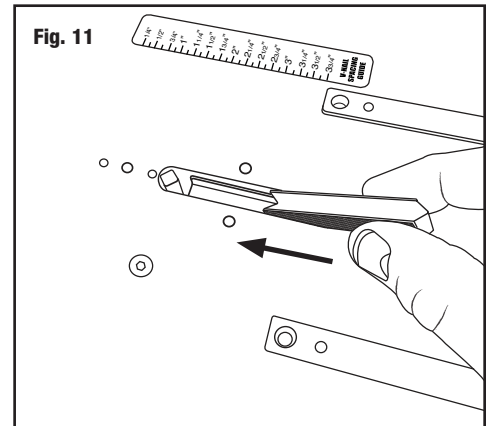

Fig. 11
1. Make sure glue strip (Red=Hardwood; White=Softwood) is face-up and Vnails inner angle facing middle of slot. **(Fig. 11)**
1. S'assurer que la bande adhésive (Rouge=bois durs; Blanche=bois tendres) est tournée vers le haut et que l'angle intérieur de l'agrafe regarde le milieu de la fente. **(Fig. 11)**